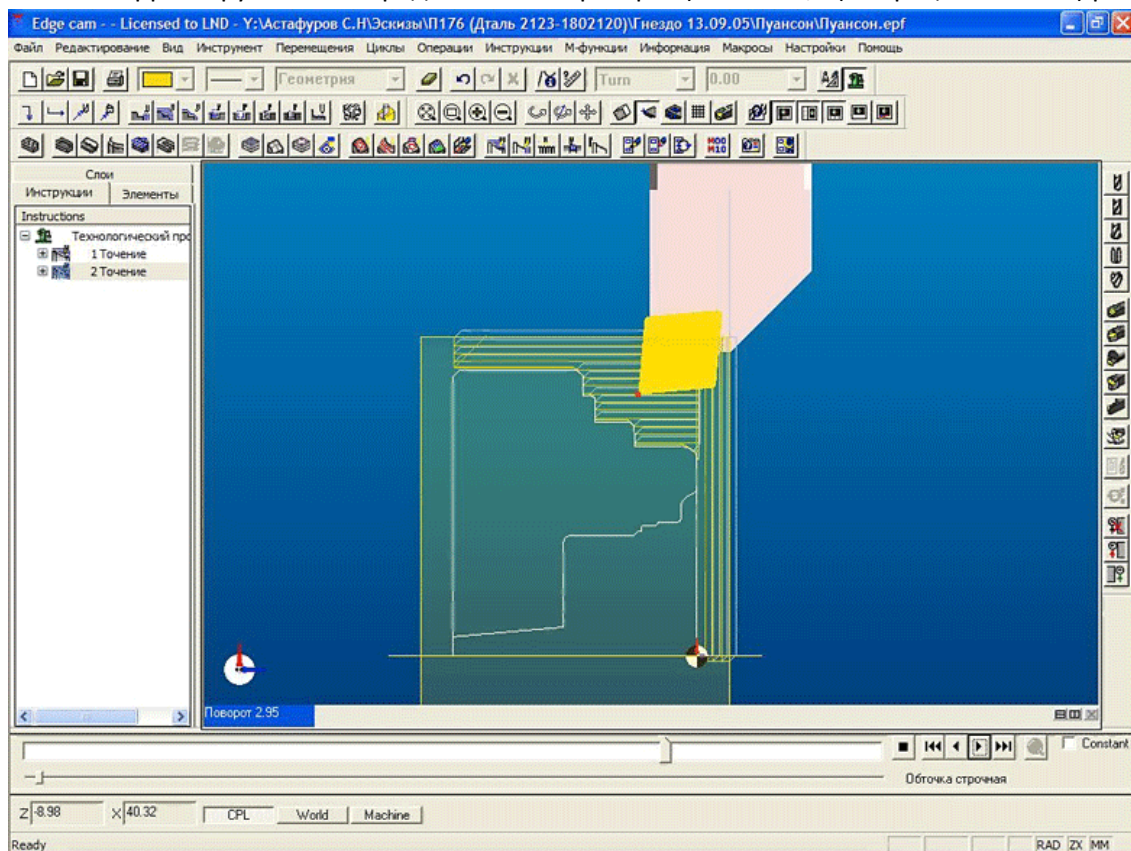

Рис. 4. Edgescam. Выполняем предварительную наружную обработку.
5. Выполняем предварительную наружную обработку с припуском по $Z=0$ (данный припуск корректируется непосредственно оператором) и по $X=0,8$ (Операция точение) рис. 4